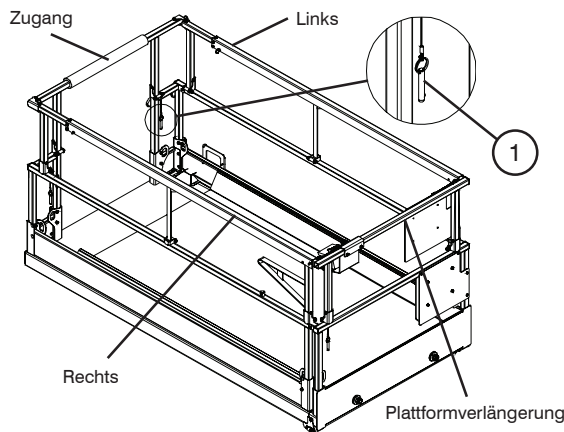

Abbildung 2-16a. Zusammenklappbares Schutzgeländer
6. Die Geländer in folgender Reihenfolge zusammenklappen: rechte Seite, linke Seite, Zugang und Verlängerung (siehe Abbildung 2-16a).